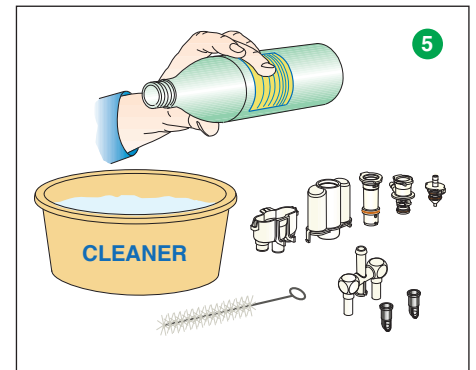

Fig. 4
- 5 À l'aide d'une petite brosse, nettoyer tous les composants des distributeurs à lait et à café dans une solution nettoyante. (Fig. 4)